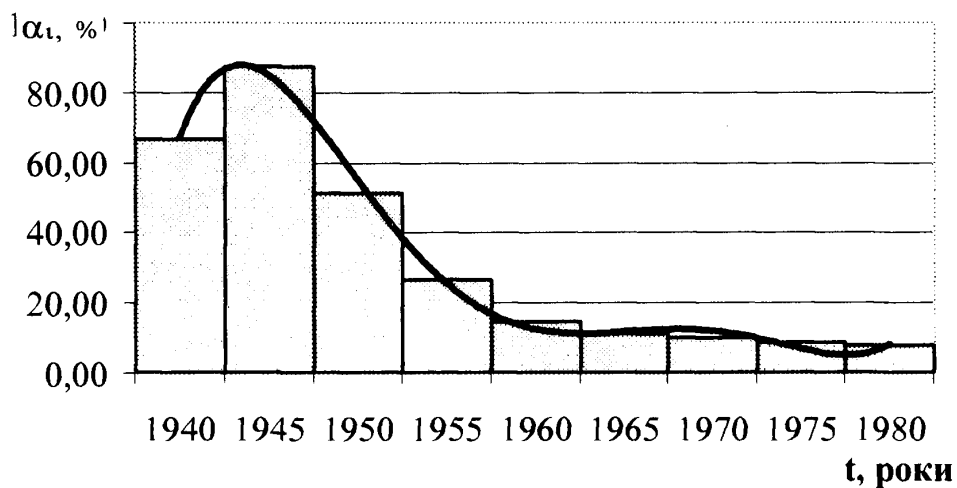

Рисунок 2.1 – Графік залежності  $\alpha_i = f(t)$
2. Після визначення питомої ваги за заданий період часу побудувати для кожного виду транспорту графік залежності  $\alpha_i = f(t)$  (рис. 2.1).